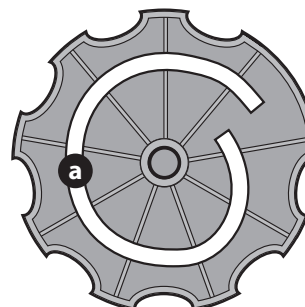

Figure 14
9. Alignez ensuite la spirale (a) à l'intérieur du bouton d'inclinaison avec la goupille du siège. Assurez-vous que le moyeu situé à l'arrière du siège s'insère correctement dans les grands trous de la plaque latérale (Figure 14).